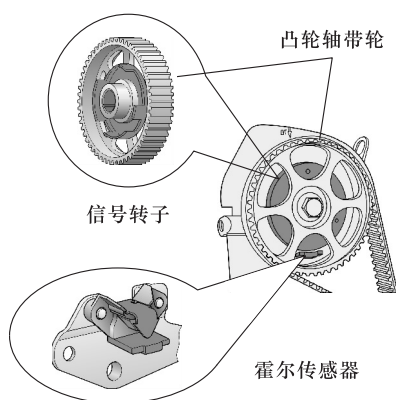

图 4-53 触发叶片型霍尔式凸轮轴位置传感器
(1) 结构 触发叶片型霍尔式凸轮轴位置传感器安装在发动机进气凸轮的一端，其结构如图 4-53 所示。它主要由霍尔传感器和信号转子组成。它被广泛使用于大众轿车上。